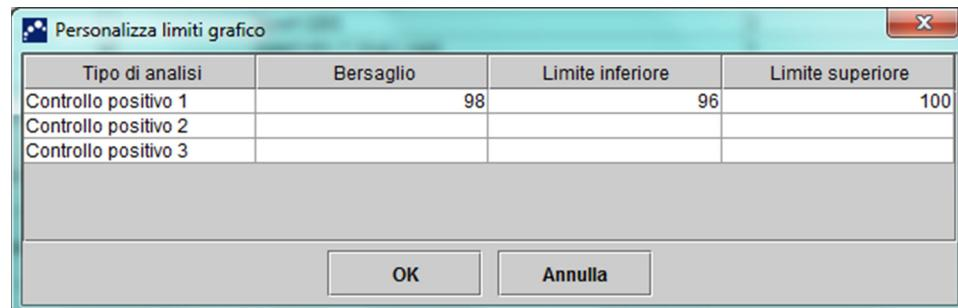

Figura 6-5. Finestra di dialogo Personalizza limiti grafico
- Pulsante **Personalizza limiti grafico:** selezionare i limiti da utilizzare per rappresentare i dati graficamente. Premere il pulsante **Personalizza limiti grafico**. Viene visualizzata la finestra di dialogo **Personalizza limiti grafico**. Vedere la Figura 6-5.